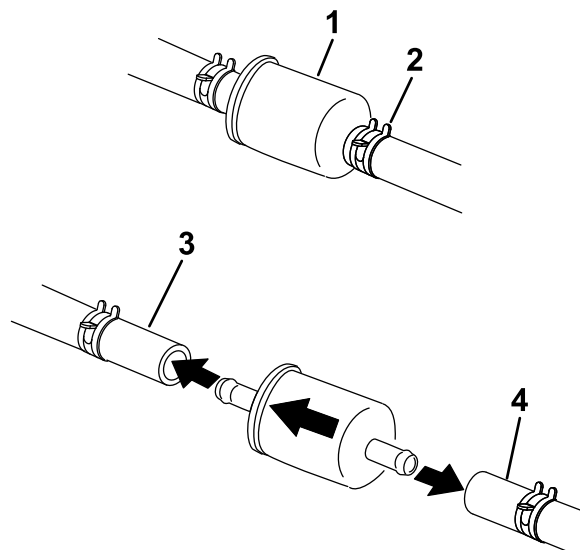

Figura 52
4. Cierre la válvula de cierre de combustible, situada debajo del asiento (Figura 52).
5. Apriete los extremos de las abrazaderas y deslícelas por la manguera alejándolas del filtro (Figura 52).
7. Instale un filtro nuevo y acerque las abrazaderas al filtro (Figura 52).